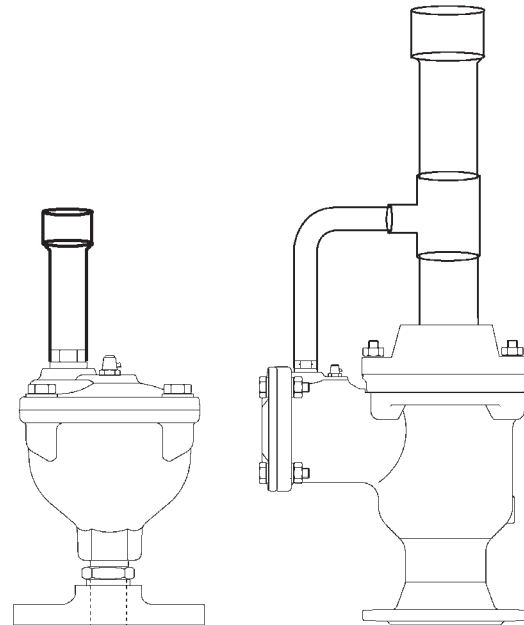

Fig.1
- En caso de arqueta inundable y/o para evitar ruidos no deseados y poder canalizar correctamente la salida de aire es recomendable la instalación de tubos de drenaje (Fig 1. consultar).